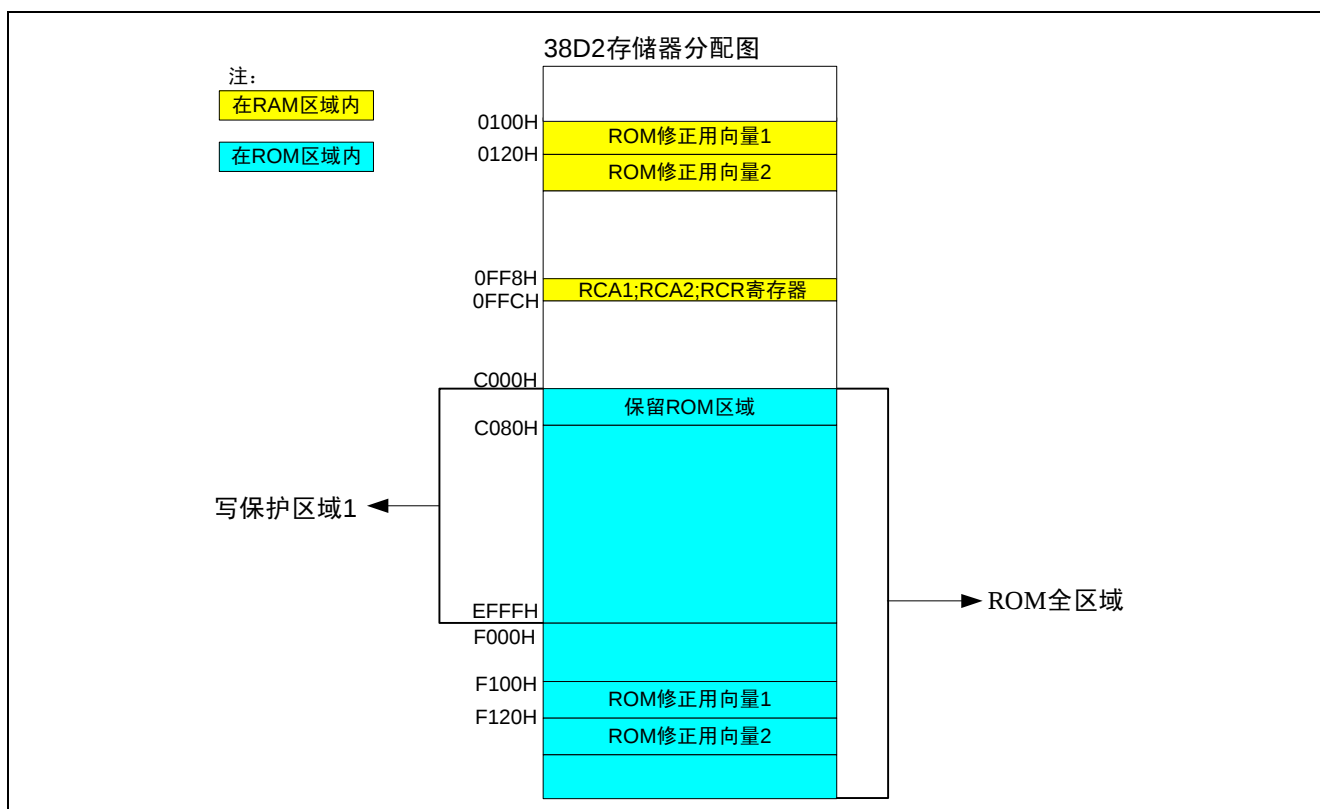

图 1. ROM 保护区域
- 38D2 群是 QzROM 单片机，正常情况下，它只能被烧写一次。但在空白未写保护的 ROM 区域，它可再次被追加烧入修正用程序码。例如，如图 1 所示，可以把初始程序代码烧入写保护区域 1，把修正用程序码追加烧入从 F000H 地址开始的未写保护区域。